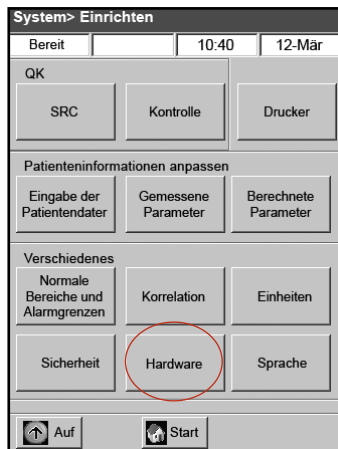

Abbildung H-23: Bildschirm System > Einrichten
3. Am Bildschirm Einrichten tippen Sie auf **Hardware** (Abbildung H-23).